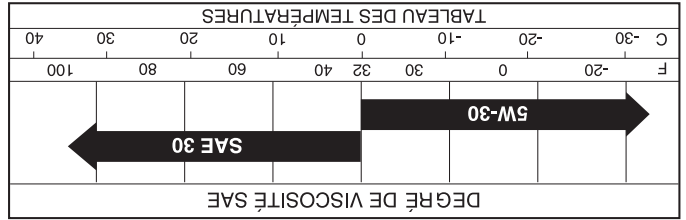

Fig. 28
4. Tirez sur la collièrette de blocage de l'adaptateur de la buse de lavage puis poussez l'adaptateur sur le raccord de lavage du plateau de coupe situé à l'extrémité gauche du plateau de coupe de la tondeuse. Relâchez la collièrette de blocage pour bloquer l'adaptateur sur la buse de lavage. (Voir La Fig. 28)
(Voir la Fig. 28 et 29)